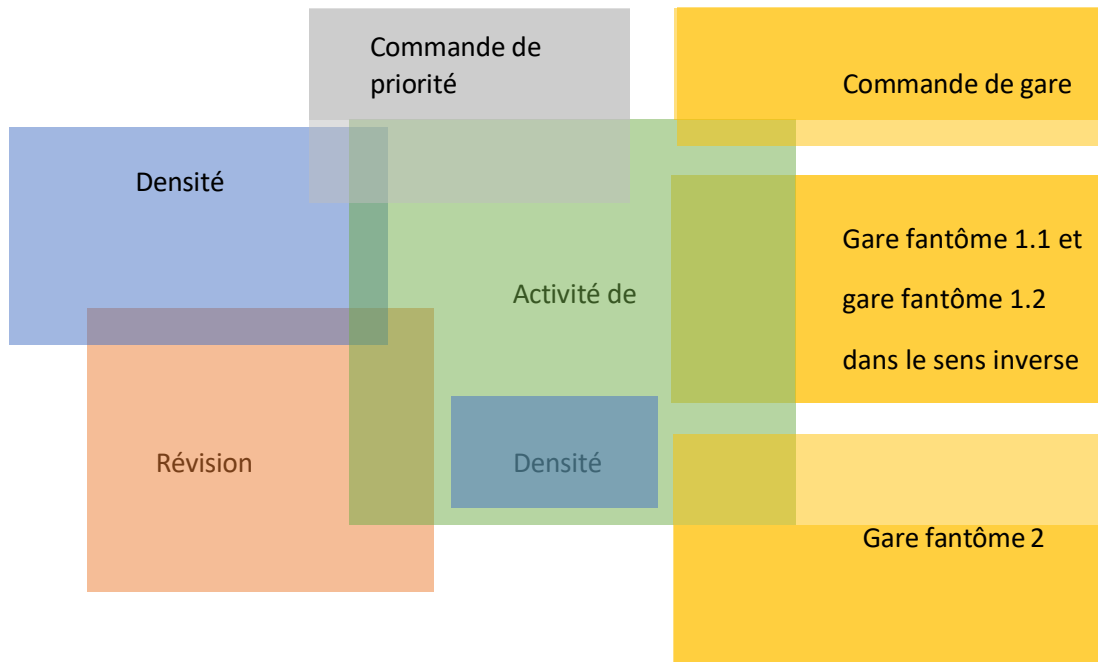

Fig. 15.2
- Plusieurs zones RT peuvent se chevaucher ou être imbriquées (fig. 15.2). Peu importe que ces RT soient ou non du même type. Il existe toutefois une exception pour le RT-CGC. Celui-ci ne doit se chevaucher avec aucun autre RT, à l'exception d'un RT-CGC dans le sens inverse, du RT-AC et du RT-FPA. Le RT-EXPERT n'est pas mentionné ici séparément. Tant qu'il n'exécute qu'une fonction de comptage, il peut se trouver dans n'importe quelle zone d'un autre RT. S'il bloque également des itinéraires, il ne doit pas empiéter sur un RT-CGC.